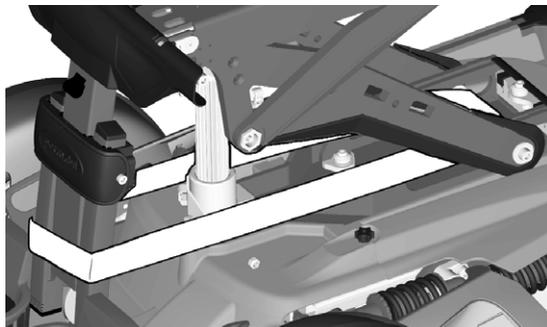

Abbildung 98. Sitzposition sichern, indem man einen Spanngurt zwischen Beinstütze und Achse der AP-Sitzhöhenverstellung anbringt.
2. Sitzposition sichern, indem man einen Spanngurt zwischen Beinstütze und Achse der AP-Sitzhöhenverstellung anbringt. Siehe Abbildung. 98.